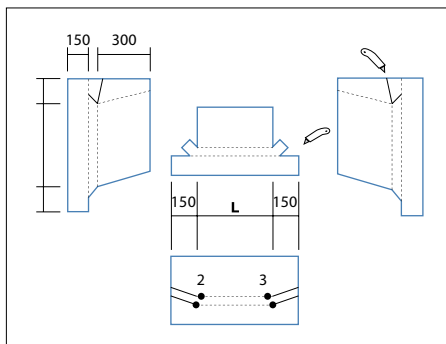

Рис. 22
В местах стыков ската кровли со стенами (рис. 22) набивается треугольная рейка (1), на которую заводится рядовая черепица (4). В качестве треугольной рейки может быть использован деревянный брус 50х50 мм, распущенный по диагонали, либо обычный деревянный плинтус (1). Если поверхность вертикальной стены кирпичная, то ее необходимо предварительно оштукатурить и праймировать. Поверх рядовой черепицы монтируются полосы ендового ковра ТехноНИКОЛЬ (5) шириной не менее 500 мм с проклейкой битумной мастикой ТехноНИКОЛЬ (мастика наносится на всю тыльную поверхность выкройки ендового ковра). На стену полоса заводится не менее чем на 300 мм, а в климатических зонах с повышенными снеговыми нагрузками эта величина может быть увеличена. Верхняя часть примыкания заводится в штрабу и закрывается металлическим фартуком (2), который за-